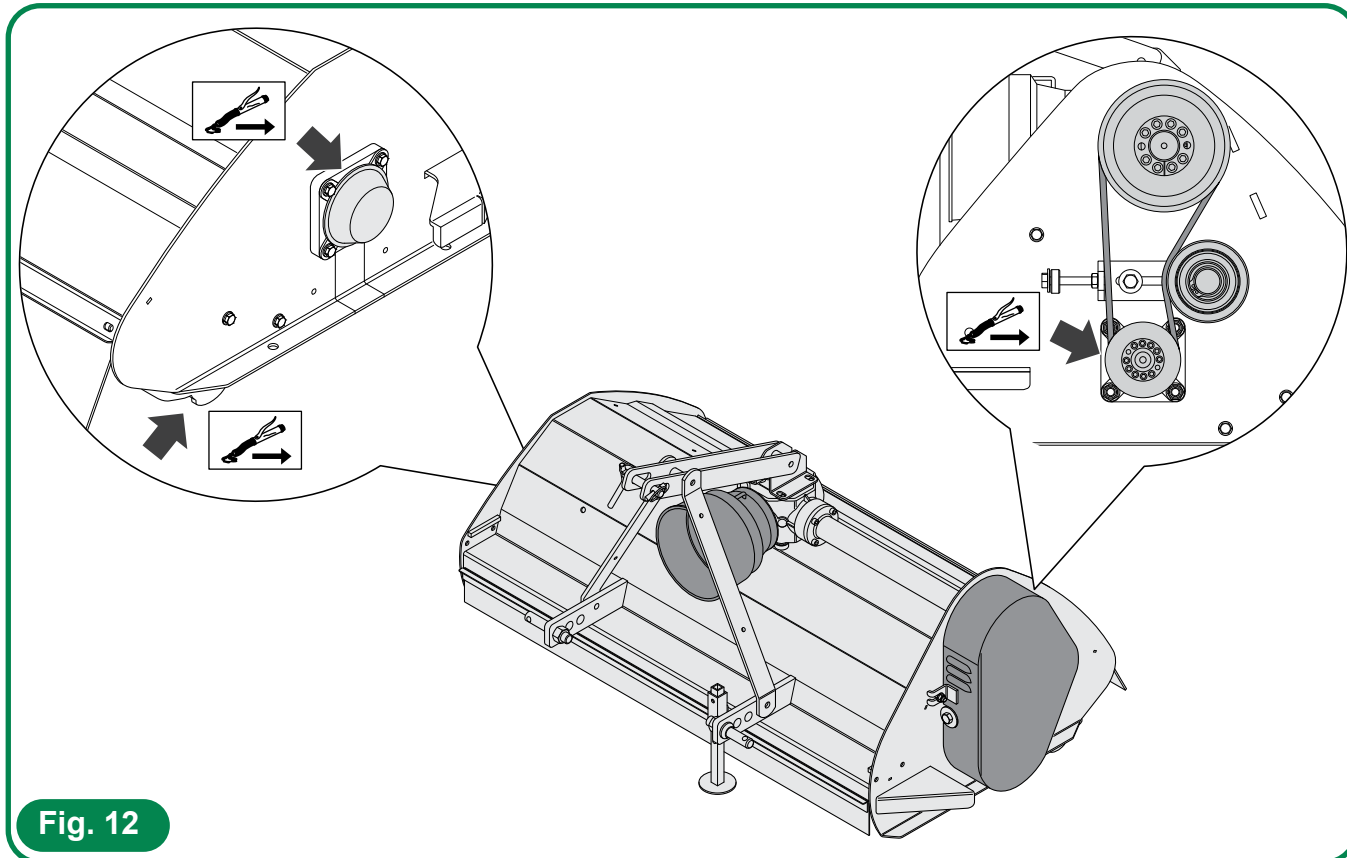

Fig. 12
- Smörj stöden till rotorn och rullen. Se fig. 12.